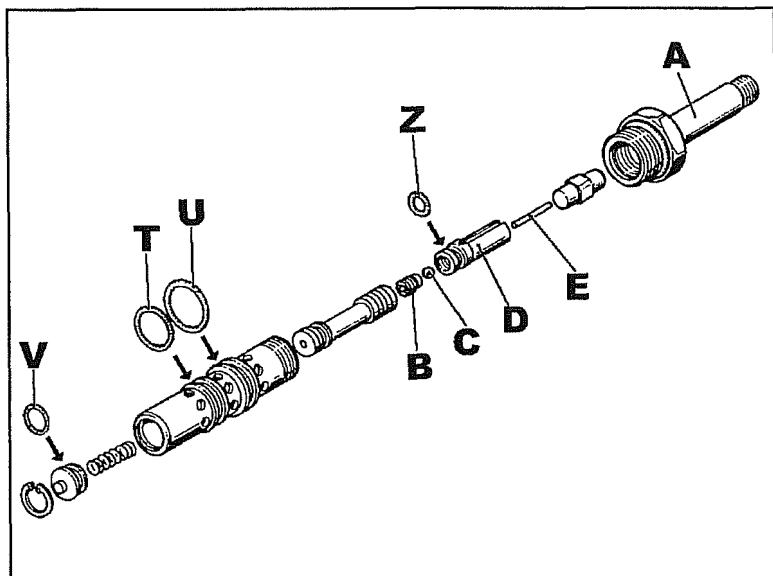
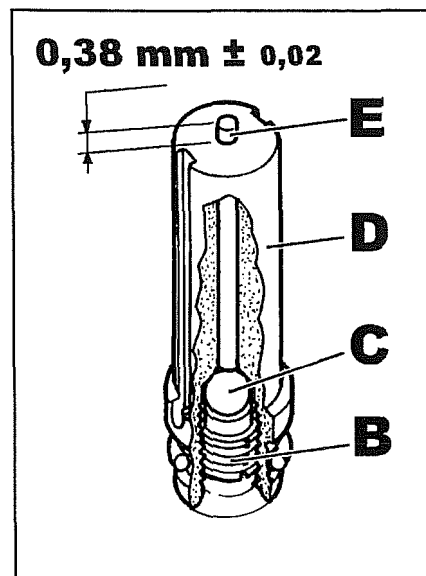

Fig. 20
Fig. 21
- 28 Togliere il solenoide dal gruppo elettrovalvola smontandolo come illustrato in fig. 20.
Verificare l'integrità degli anelli di tenuta **T-U-V-Z** fig. 20, se necessario sostituirli. Lavare e soffiare tutti i componenti onde eliminare qualsiasi traccia di sporcizia.
Il gruppo **D** fig. 20 illustrato nei suoi componenti in fig. 21, è sufficiente lavarlo dopo aver sfilato il perno **E**, soffiare quindi dai fori presenti sul corpo esterno senza togliere il grano **B** e la sfera **C**.
- Nell'eventualità il grano **B** fosse stato smontato o comunque rimosso, il rimontaggio dei particolari **B-C-D-E** di fig. 21 deve essere effettuato osservando quanto segue:
- Il perno **E** misurato come in fig. 21, deve fuoriuscire di **0,38 mm** con una tolleranza in più o in meno di **0,02 mm** ed avere il lato con la testa concava rivolto verso la sfera.